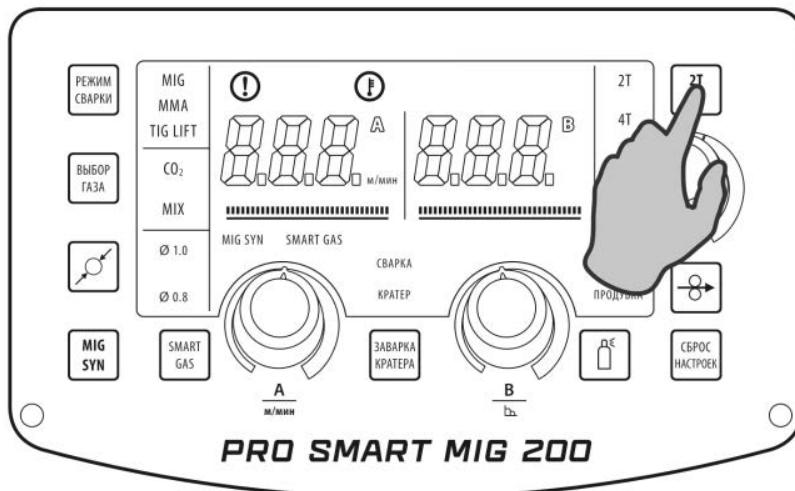

Рис. 8.6.3. Выбор режима работы горелки.
3. Выберите режим работы горелки (См. рис. 8.6.3) в зависимости от длины сварочного шва (См. табл. 7.0.1, поз. 14).